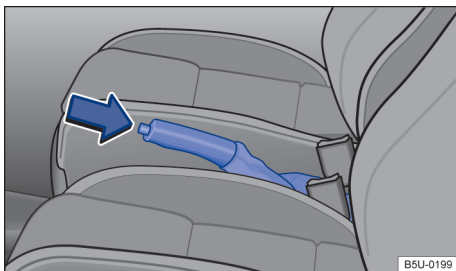

Fig. 90 Entre os bancos dianteiros: alavanca do freio de estacionamento.
- Puxar a alavanca do freio de estacionamento para cima com o botão bloqueador pressionado → Fig. 90 (seta).
- O freio de estacionamento está puxado quando, com a ignição ligada, a luz de controle (P) no instrumento combinado está acesa → Página 108.
- Puxar a alavanca do freio de estacionamento um pouco para cima e pressionar o botão bloqueador → Fig. 90 (seta).